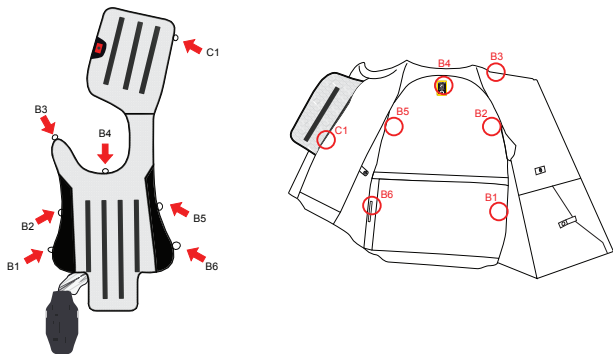

Figura 14
4. Staccare l'airbag dal giubbotto aprendo tutte le clip di collegamento. Le clip sono disposte come mostrato nel sito Figura 14 .